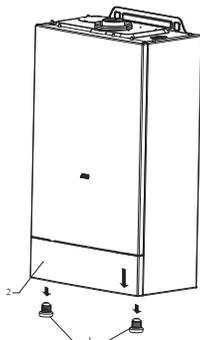

рис.17
- > отвинтить 2 болта в нижней части панели управления (поз. 1 рис.17);
- > потянуть панель управления вниз, чтобы обнажить зажимные винты фиксации поверхности оболочки (2 на рис.17);